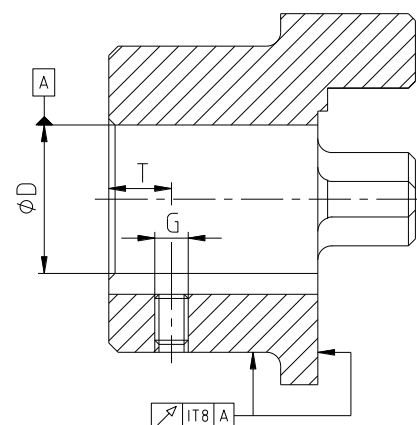

Figura 7: Exactitud de concentricidad y excentricidad
- En el mecanizado del agujero por parte del cliente se debe mantener la precisión de excentricidad axial y la concentricidad (véase figura 7).